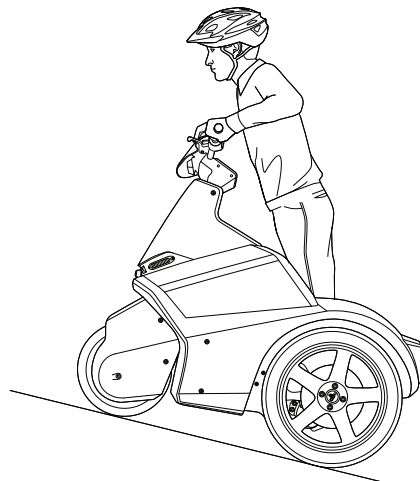

図 32: 上りでは前傾姿勢をとる
- 斜面を上るときは、やや前傾姿勢をとります (図 32)。